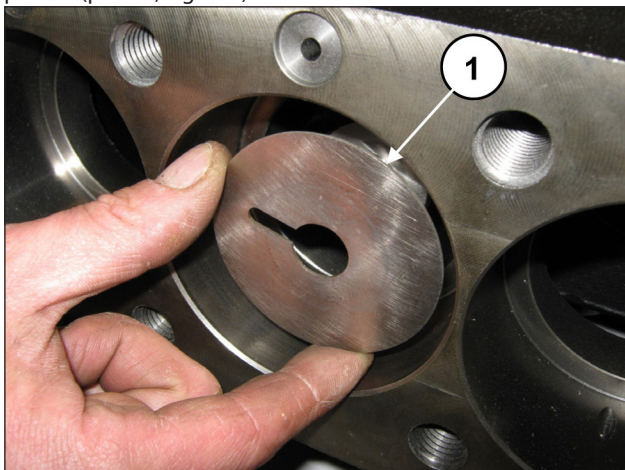

Fig. 177
Puxe os anéis de proteção contra respingos das guias dos pistões (pos. ①, Fig. 177).